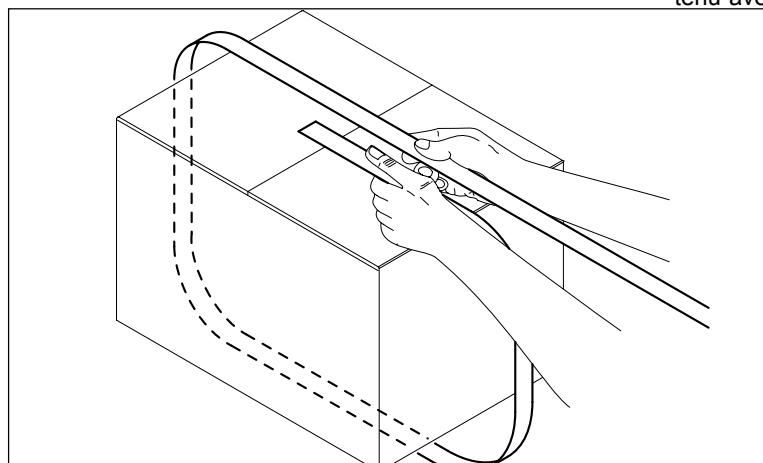

FIG. 3
- Avvolgere il collo da imballare con la reggia metallica (fig.3), trattenendo l'estremità della reggia con la mano sinistra e sovrapponendo la reggia tenuta con la mano destra.
- Wrap the parcel to be bound with the metallic strap (fig.3), holding the end of the strap with the left hand and winding over the upper strap with the right hand.
- Enroulez le paquet devant être emballé avec le feuillard métallique (fig.3) tenant l'extrémité du feuillard avec la main gauche et en superposant le feuillard tenu avec la main droite.